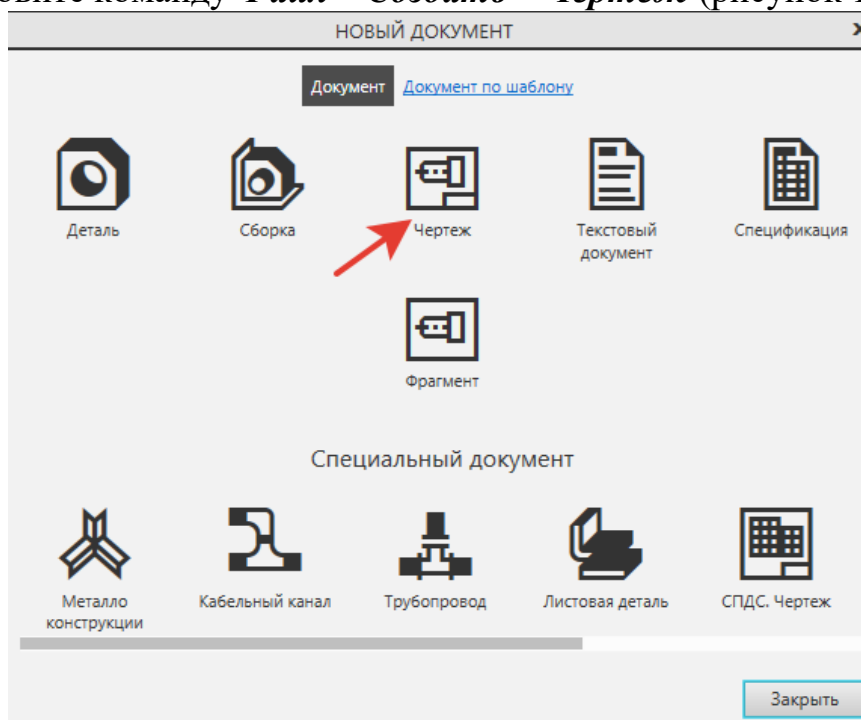

Рисунок 10.
1. Вызовите команду **Файл – Создать – Чертеж** (рисунок 10).